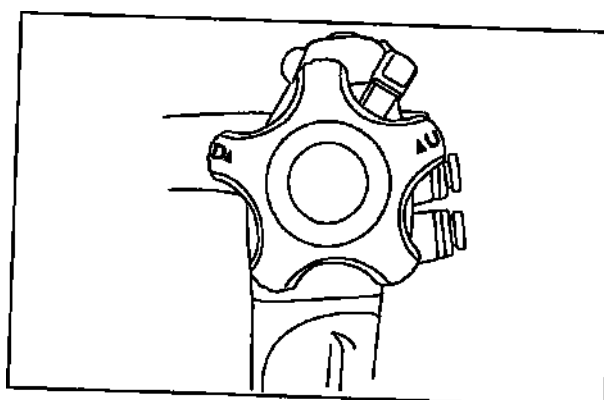

Рис. 3.7
4. Убедитесь в том, что при переводе ручки управления изгибом ВВЕРХ/ВНИЗ в нейтральное положение, как показано на Рис. 3.7, подвижная часть плавно выпрямляется (только для модели GIF-N180).